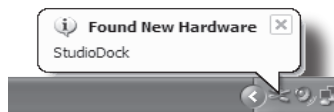

Figure 9
1. La première fois que vous reliez le StudioDock au port USB, Windows XP installe les Drivers universels du port utilisé. Une bulle d'aide contextuelle s'affiche pour indiquer que le codec USB Audio a été trouvé (Figure 9).